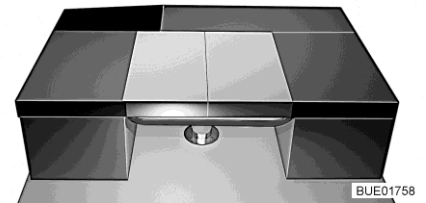

Fig. 158 Après la transformation
- Placer le coussin de dossier de la banquette latérale en long sur la table (voir Fig. 158).